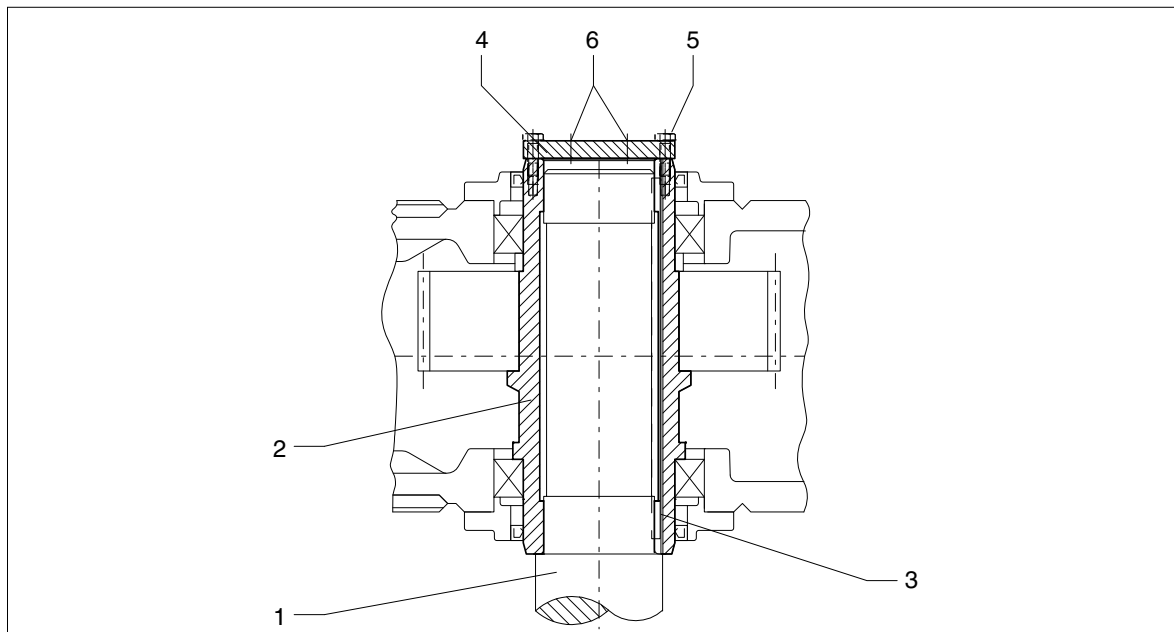

Figura 56: Eixo oco com ranhura para chaveta, desmontagem através disco final
Para uma melhor desmontagem (ver também ponto 6.6.3), recomendamos prever uma conexão para óleo de pressão na ponta do eixo da máquina de trabalho. Para isso deve ser colocado um furo que termine no eixo oco (ver figura 56). Esta conexão também pode ser utilizada para a introdução de solvente de ferrugem.
- através de parafusos extractores colocados em um disco final (ver figura 56) ou